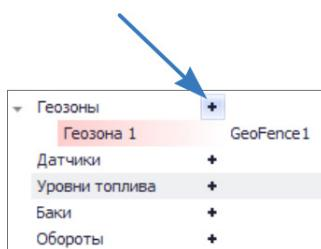

Рис.3. Добавление нового параметра.
- Для того чтобы добавить новый параметр в интересующую группу, необходимо нажать кнопку в строке с заголовком нужной группы (Рис.3). После добавления параметру автоматически присваивается имя и становятся доступными настройки этого параметра.